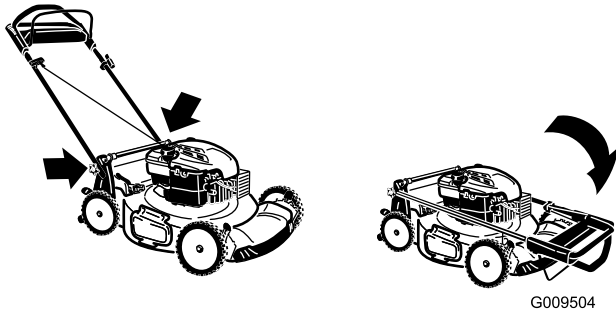

Bild 34
2. Klappen Sie den oberen Griff nach vorne, siehe Bild 34.